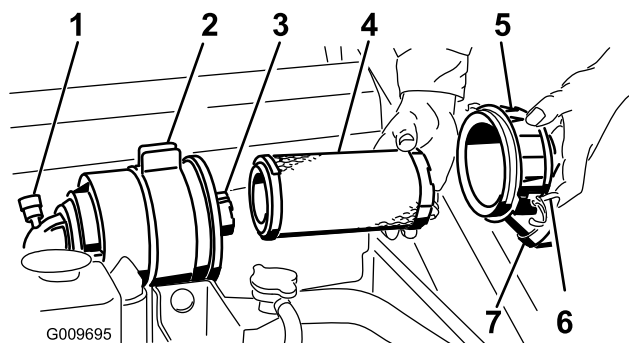

Рисунок 33
Внимание: Обслуживание фильтра воздухоочистителя следует производить только тогда, когда индикатор необходимости обслуживания станет красным (Рисунок 33). Замена воздушного фильтра без необходимости ведет лишь к повышению вероятности попадания грязи в двигатель при извлечении фильтра.
4. Освободите защелки воздухоочистителя и отделите крышку от корпуса воздухоочистителя (Рисунок 33).
- Осторожно извлеките фильтр грубой очистки из корпуса воздухоочистителя (Рисунок 33). Старайтесь не ударить фильтр о боковую поверхность корпуса.
- При замене контрольного фильтра будьте осторожны, вставляя новый фильтр в корпус фильтра (Рисунок 33).
- Осторожно вставьте фильтр грубой очистки поверх контрольного фильтра (Рисунок 33). Убедитесь в том, что он полностью встал на место, надавливая на внешний обод фильтра во время его установки.
- Установите крышку воздухоочистителя таким образом, чтобы сторона, обозначенная как UR, была обращена вверх; закрепите защелки (Рисунок 33).